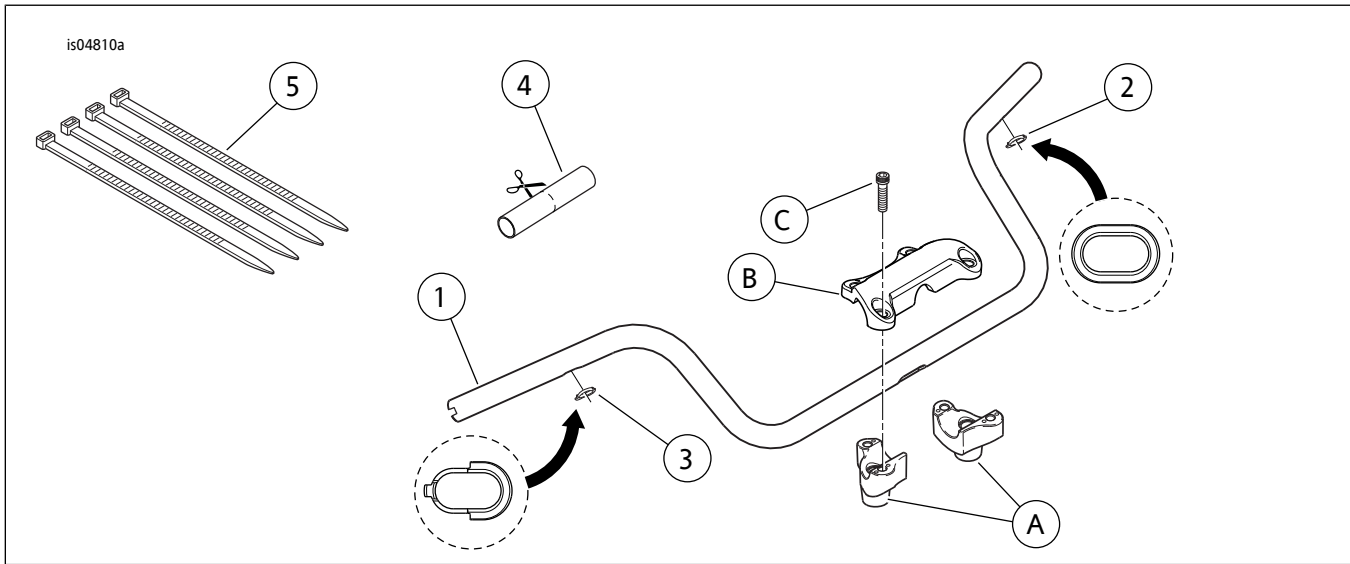

图4。维修零件：把手套件
- 参见图4。将橡胶套管(4)剪为相同长度的两段。各将一段套管滑至每个开关线捆的软线管之上，定位套管外边缘抵住开关端内侧。